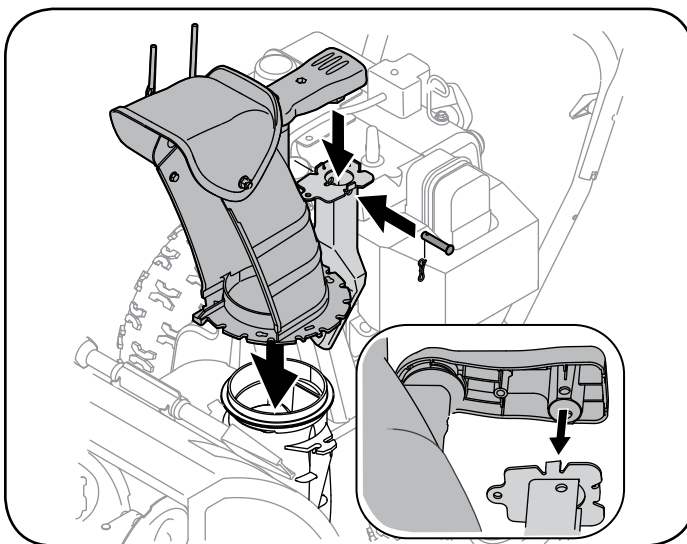

Figura 4
- Ubique el montaje del canal sobre la base del mismo y asegure el montaje de control del canal a la ménsula de soporte del canal mediante el pasador de horquilla y el pasador de chaveta retirados anteriormente. Vea la figura 4.